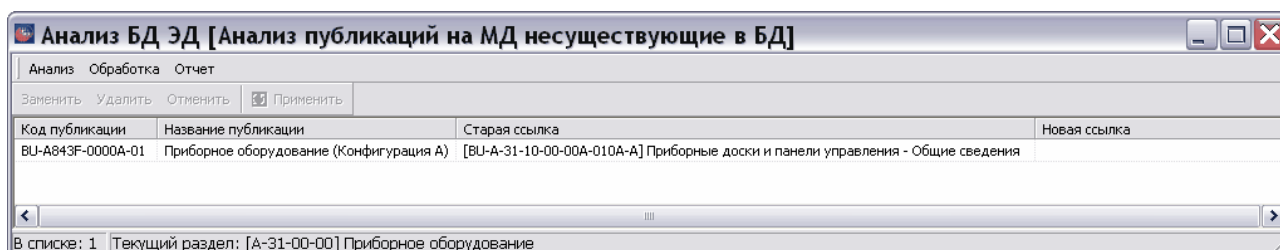

Рис. 21.106
5. Нажмите на кнопку **Запустить анализ**. После этого *система* проведет анализ и откроется окно с результатами анализа (Рис. 21.106).